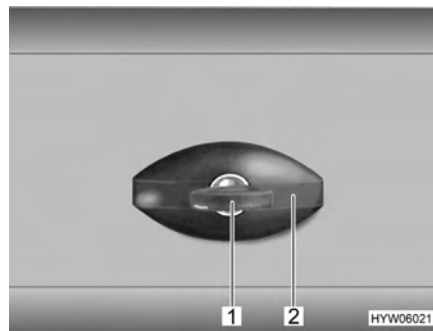

Fig. 34 Cerradura de la trampilla, de forma elíptica, cerrada
- Introducir la llave en el cilindro de cierre (Fig. 34,1) y girarla un cuarto de vuelta en sentido contrario a las agujas del reloj. El asidero de la cerradura (Fig. 34,2) se abre de golpe.